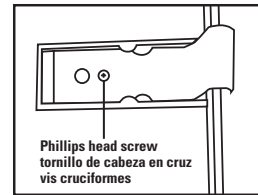

Fig. 1
2. Locate the small Phillips head screw on the spring latch mechanism. **(Fig. 1)**
2. Localice el tornillo pequeño de cabeza en cruz del mecanismo del seguro de muelle. **(Fig. 1)**
2. Trouver les petites vis cruciformes sur le ressort de loquet. **(Fig. 1)**